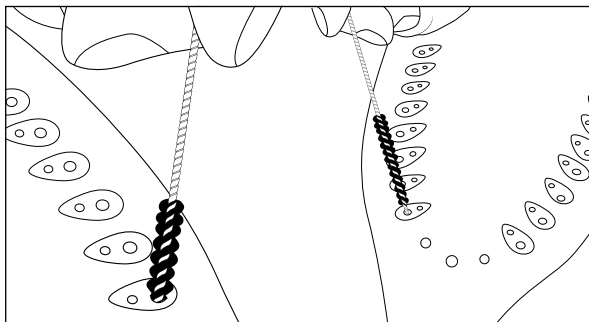

Fig. 13
- 2) Utilisez la brosse de nettoyage **11** fournie pour retirer les dépôts de calcaire dans les orifices de la semelle de repassage **8** (voir Fig. 13).